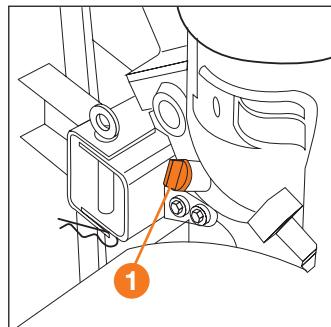
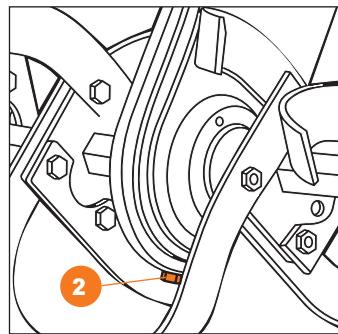

Рис. 20
Рис. 21
Поместите устройство на ровную поверхность и выверните болт-пробку ① (Рис. 20) маслозаправочного отверстия в редукторе. Масло должно быть на уровне нижнего края маслозаправочного отверстия. Если уровень ниже необходимого, дольте трансмиссионное масло высокого качества SAE 80W90, SAE 85W-90.
- Поместите устройство на ровную поверхность и выверните пробку маслозаправочного отверстия редуктора ① (Рис. 20).
- Выверните болт ② сливного отверстия редуктора (Рис. 21).
- Закрутите болт ② (Рис. 21) и залейте новое масло в маслозаправочное отверстие ① (Рис. 20) до необходимого уровня.